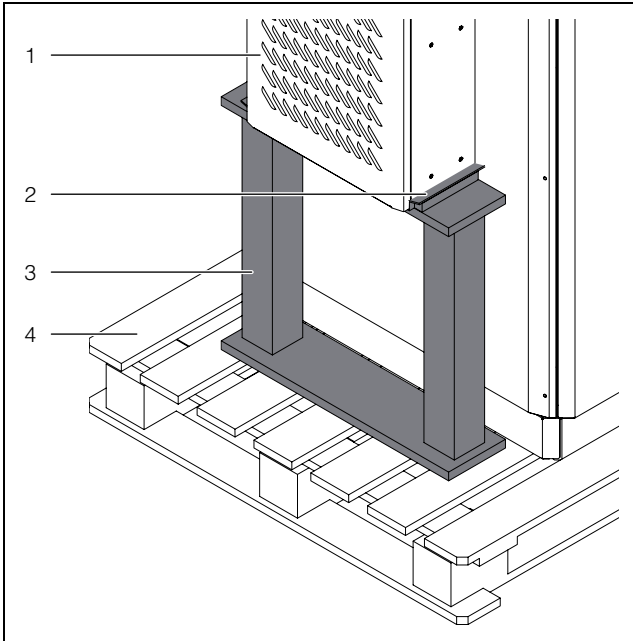
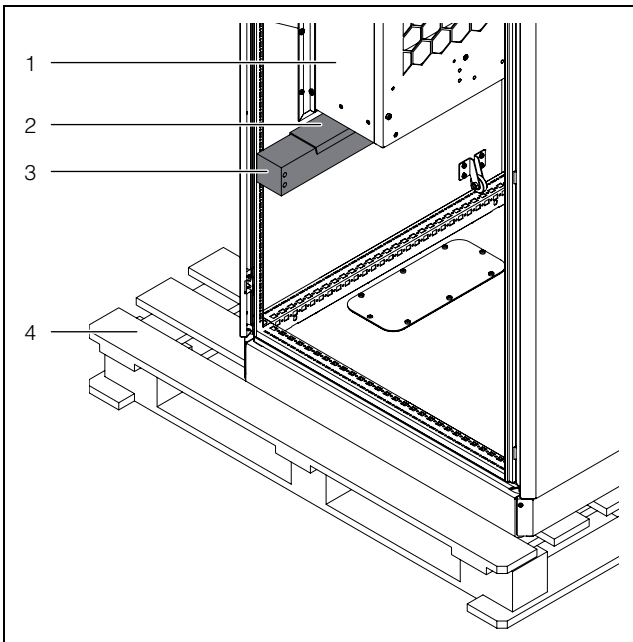

Fig. 4: Accessori di fissaggio per il trasporto, montaggio sporgente
Fig. 5: Accessori di fissaggio per il trasporto, esterno
- Per il trasporto degli apparecchi già montati negli armadi utilizzare supporti di bloccaggio idonei (ad esempio una struttura di sostegno costituita da travetti di legno o tavole – fig. 4 e fig. 5).